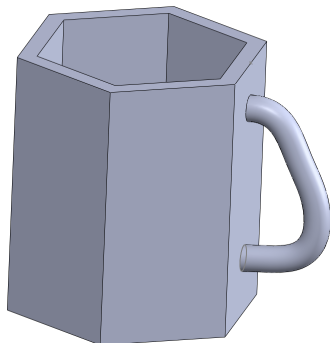

图 5-15 创建扫描特征效果
(5) 单击【确定】按钮，即可创建扫描特征，如图 5-15 所示。